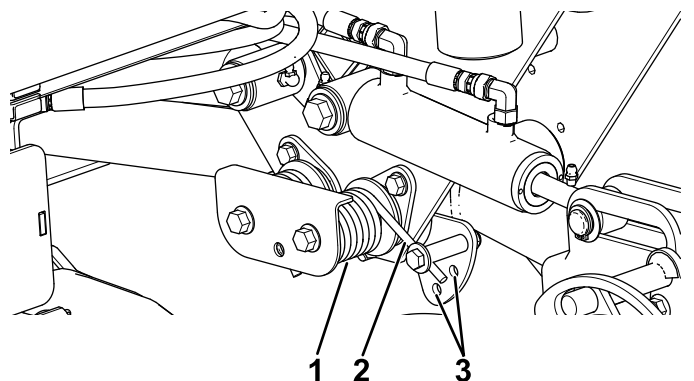

Figure 44
2. Insérez un tube ou un objet similaire sur l'extrémité longue du ressort pour détendre le ressort pendant le réglage (Figure 44).
3. Tout en détendant le ressort, retirez le boulon et le contre-écrou de fixation de l'actionneur de ressort au support (Figure 44).